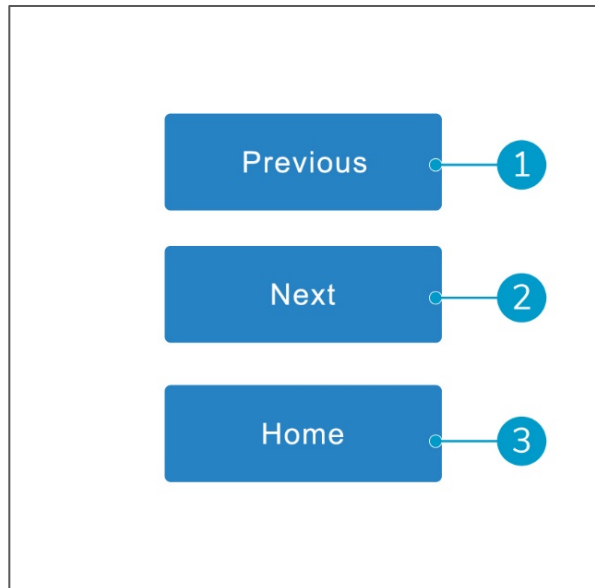

Figura 8
1. Con el botón Previous (Figura 8, pos. 1) puedes ir al día anterior. Hasta un máximo de 7 días.
2. Con el botón Next (Figura 8, pos. 2) puedes ir al día siguiente.
3. Con el botón Home (Figura 8, pos. 3) puedes ir a la pantalla principal.